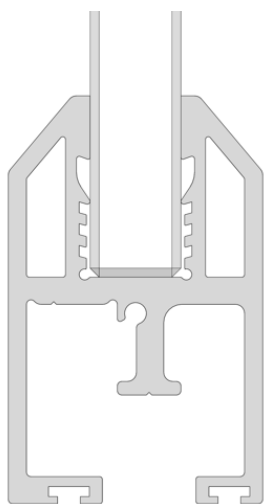
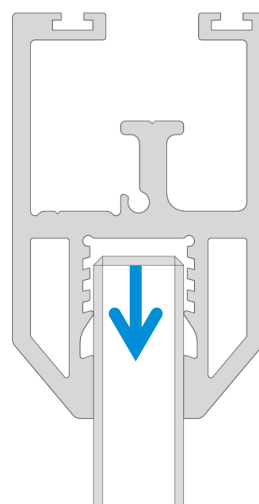

Figura 10
Figura 11
- Colocar el perfil inferior, ajustándolo hasta el fondo (figura 10). Introducir el perfil superior, dejando holgura (figura 11). Para evitar errores, se recomienda posicionar los perfiles con la cara interior hacia arriba.